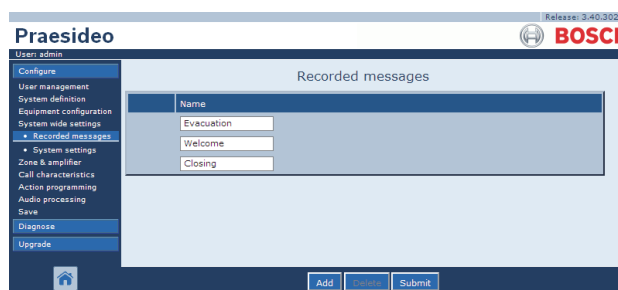

figura 45.8: Registrar uma mensagem, passo 4
- Clique no botão *OK* para confirmar que pretende eliminar a mensagem da lista. Aparece um ecrã semelhante ao da figura 45.8 na moldura principal da interface da Web.